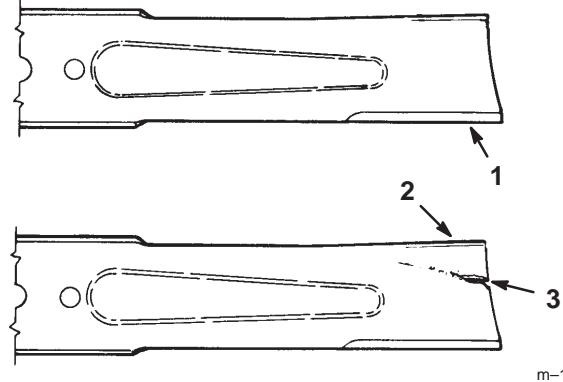

Figure 22
1. **Inspectez les tranchants des lames (Fig. 22).** Si elles ne sont pas tranchantes ou si elles présentent des indentations, déposez et aiguisez les lames (voir Aiguisage des lames, page 27).
2. **Inspectez les lames, surtout la partie incurvée (Fig. 22).** Remplacez immédiatement toute lame endommagée, usée ou qui présente une entaille (repère 3 de la Fig. 22).